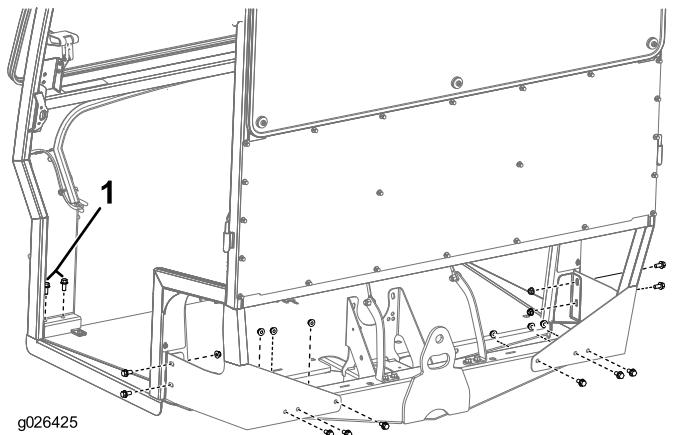

图6
- 如图6所示使用 10 个螺栓 3/8 x 3/4 英寸、10 个螺母 3/8 英寸和 4 个螺栓 3/8 x 7/8 英寸将机架固定到机器上。